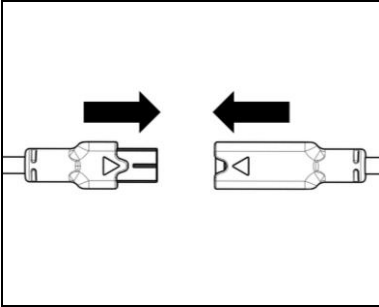

Fig. 5
- Collegare il connettore del microfono (colore blu) alla controparte, seguendo la direzione delle frecce (Fig. 5).